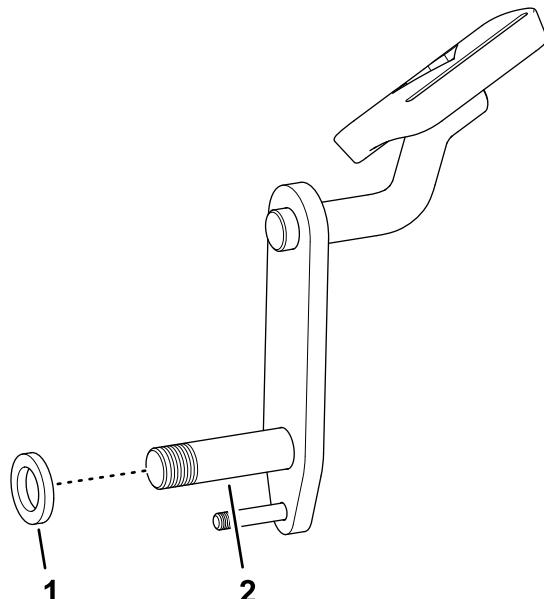

Figura 10
7. Monte el espaciador (5/8" x 1-1/16") en el pivot del pedal de bloqueo (Figura 10).